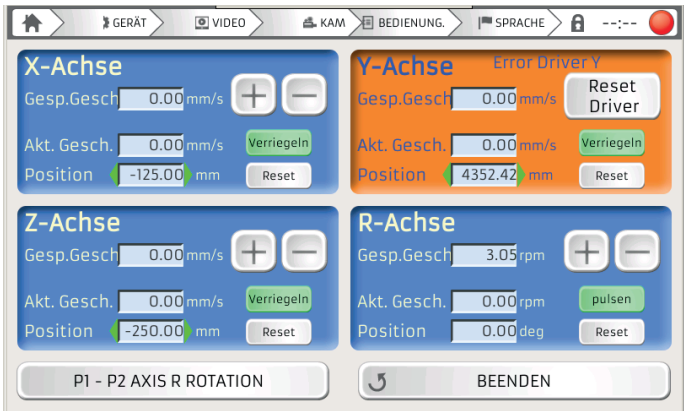

Abbildung 53 – Treiberfehler
- 3. **TREIBERFEHLER ACHSE** – Fehler aufgrund einer Störung im Treiber der betreffenden Achse. Wenn dieser auftritt, wird der Hintergrund des Feldes der betreffenden Achse orange hervorgehoben, wie in Abbildung 53 für die Y-Achse dargestellt. Setzen Sie den Treiber über die Schaltfläche, die im Feld angezeigt wird, zurück. Wenn das Problem nach dem Zurücksetzen weiterhin besteht, wenden Sie sich an den technischen Kundenservice.